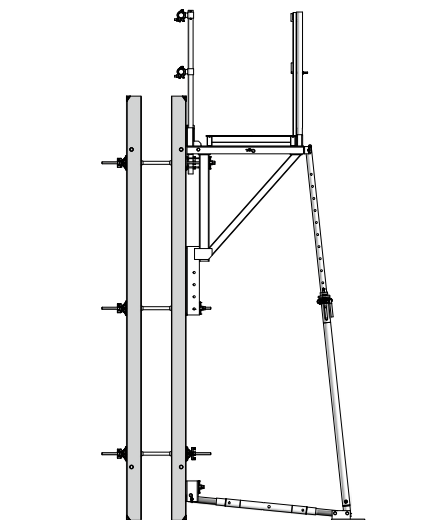

Abb. 33.1
Die Stellschalung kann ohne Arbeitsgerüst gestellt werden. Ankerstäbe DW und Schalschlösser werden in diesem Fall von einer mobilen Arbeitsbühne aus montiert (Abb. 33.1).
- Voll ausgefahren (ca. 1,00 m) (Abb. 33.1).